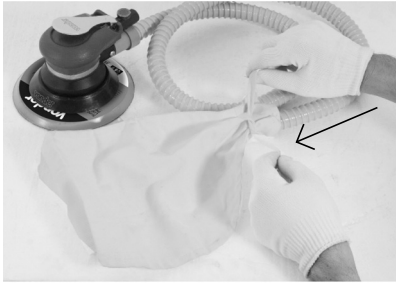

Fig. 5 – Almacenamiento del polvo
- Sujete la bolsa de almacenamiento de polvo en la manguera del recolector (Fig.5);